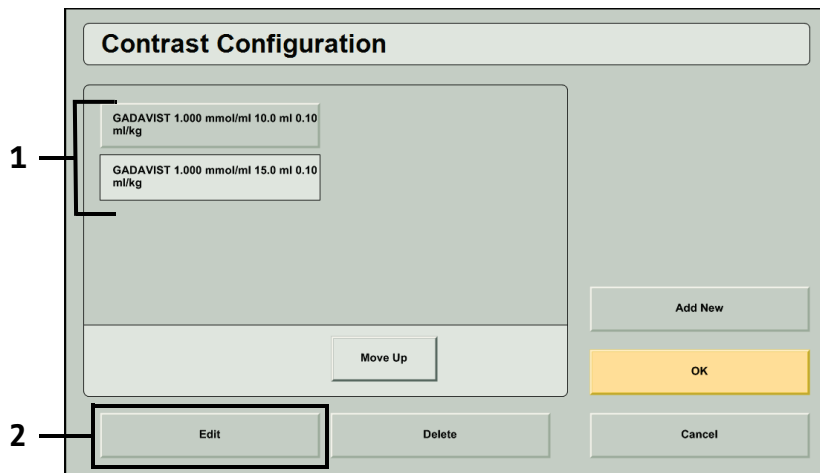

図2 - 2: 既存の造影剤タイプを選択して編集
3. 以下の各項目の情報を編集するには、画面左のタブを選択し、パラメータを入力します(図2 - 3を参照)。
- ◆ Contrast Name(造影剤の名称): リスト(3)から既存の造影剤名を選択するか、[Add New] (4)を選択して新しい造影剤名を追加します。ディスプレイに表示されるキーボードウィンドウを使用して造影剤の名前を入力します。[Enter]を選択し、新しい造影剤名をリストに保存します。リストから造影剤名を選択します。